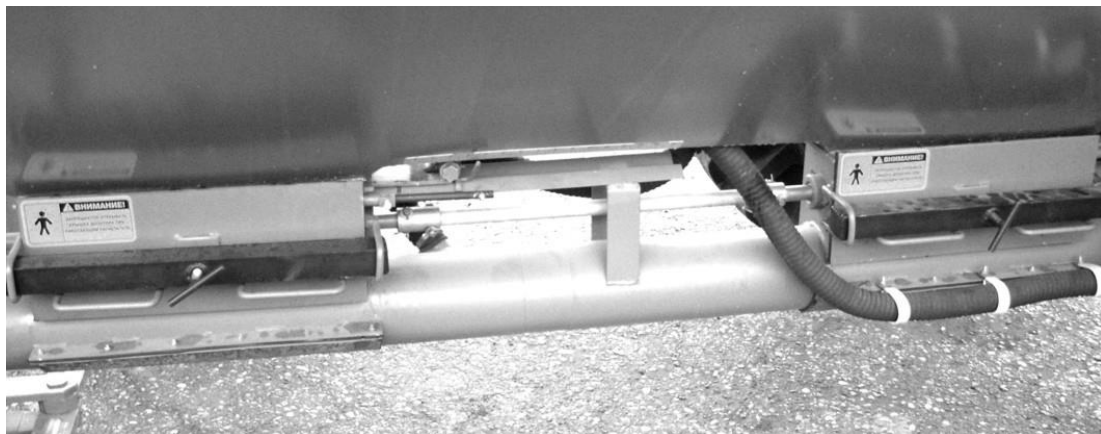

Рис. 6.6.6.
6.6.5. Смазку элементов привода высевающего механизма (рис. 6.6.6) (подшипники скольжения и другие трущиеся узлы и детали) производить консистентной смазкой общего назначения каждые 50 часов работы.